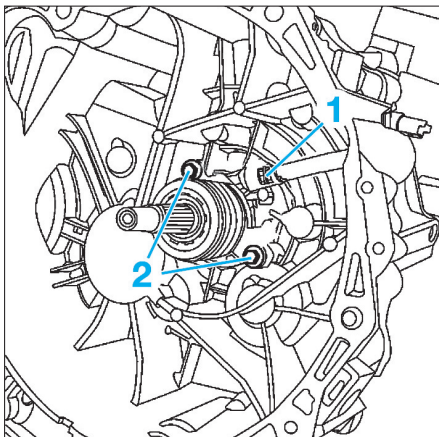

FIG. 7
- les deux vis de la butée sur le carter d'embrayage (Fig.7),
- le raccord hydraulique (1),
- la butée d'embrayage (2).